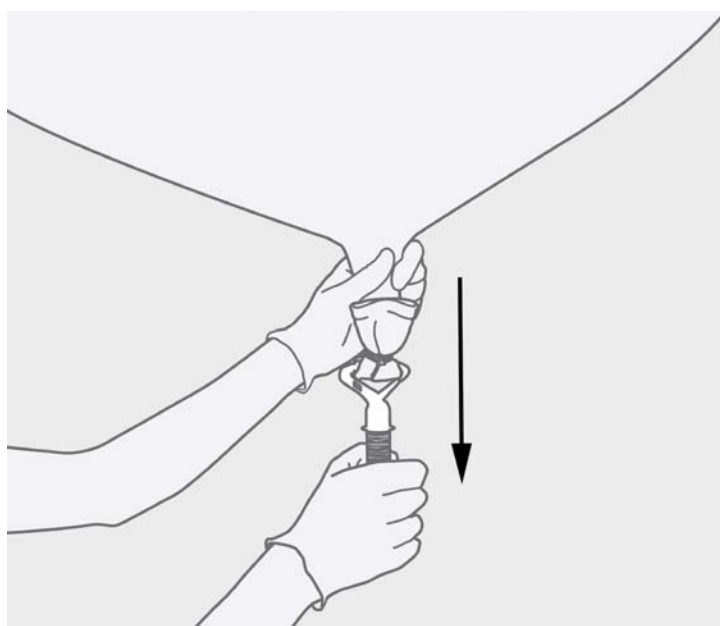

Figure 14 **Dérouleur aligné avec le col du ballon**
- Alignez le dérouleur afin qu'il soit dirigé vers le bas à partir du col du ballon, comme l'illustre la Figure 14 en page 30.